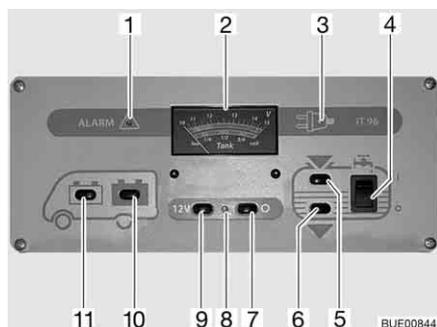

Fig. 156 Panneau de contrôle IT 96-2
L'interrupteur principal 12 V (Fig. 156,7 et 9) établit ou coupe le panneau de contrôle et l'alimentation 12 V de la cellule.
*Mise en marche :* ■ Appuyer sur le commutateur (Fig. 156,9) "12 V" : L'alimentation 12 V de la cellule est assurée. Le voyant de contrôle (Fig. 156,8) s'allume en vert.
*Mise hors service :* ■ Appuyer sur le commutateur (Fig. 156,7) "O" : L'alimentation 12 V de la cellule est coupée. Le voyant de contrôle (Fig. 156,8) s'éteint.
Observer sur l'indicateur de charge/de niveau de réservoir (Fig. 156,2), la graduation supérieure. L'indicateur s'éclaire automatiquement dès qu'un commutateur est actionné.
- Appuyer sur le commutateur (Fig. 156,11) "🚗" : La tension de la batterie de démarrage est affichée.
- Appuyer sur le commutateur (Fig. 156,10) "🔋" : La tension de la batterie de cellule est affichée.
Observer sur l'indicateur de charge/de niveau de réservoir (Fig. 156,2) la graduation inférieure. L'indicateur s'éclaire automatiquement dès qu'un commutateur est actionné.
- Appuyer sur le commutateur (Fig. 156,5)  : Le niveau du réservoir d'eau est affiché.
- Appuyer sur le commutateur (Fig. 156,6)  : Le niveau du réservoir d'eaux usées est affiché.
*Mise en marche :* ■ Commutateur à bascule (Fig. 156,4) vers le haut "I" : L'alimentation en eau est activée.
*Mise hors service :* ■ Commutateur à bascule (Fig. 156,4) vers le bas "O" : L'alimentation en eau est désactivée.
Le voyant d'alerte rouge "ALARM" (alarme) (Fig. 156,1) clignote dès que la charge de la batterie de cellule descend en dessous de 11 V (mesurée en marche) et qu'il y a risque de décharge profonde des batteries.
Le voyant de contrôle 12 V (Fig. 156,8) s'allume dès que l'interrupteur principal 12 V (Fig. 156,9) est enclenché.
Le voyant de contrôle jaune 230 V (Fig. 156,3) s'allume si l'arrivée du bloc électrique est sous tension de réseau.